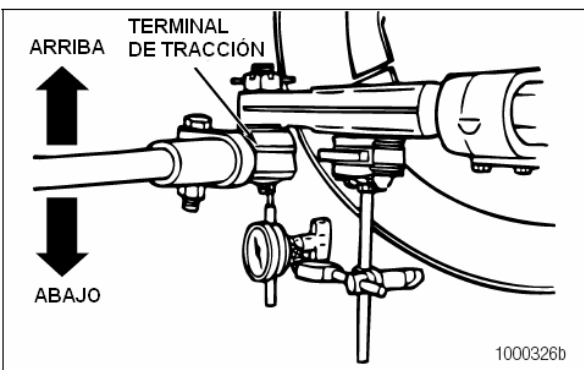

Figura 5.7
- Figura 5.7 Posicione el indicador de cuadrante en CERO.